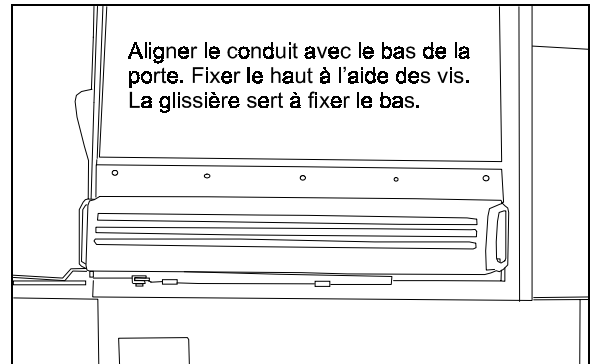

FIGURE 11
4. Aligner le conduit avec le bas de la porte (voir la figure 11).